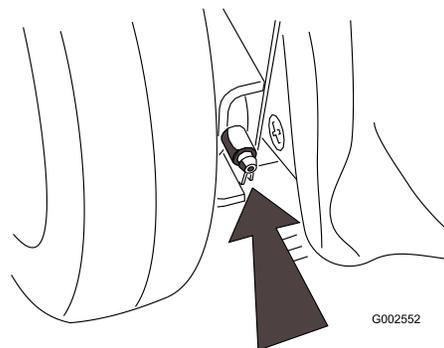

Figure 21
2. Essayez les graisseurs à l'aide d'un chiffon propre (Figure 21).